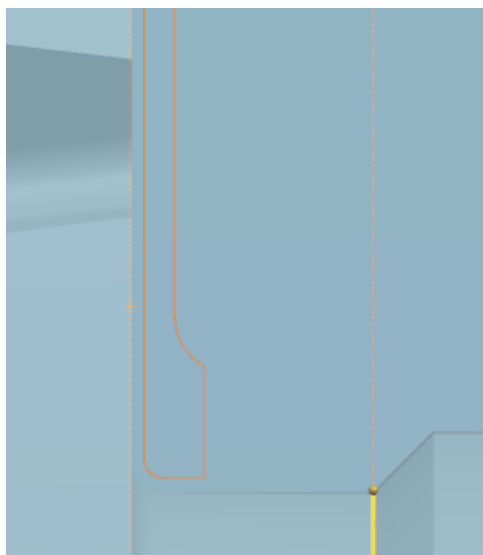

Рисунок 32 Выбор верхней вертикальной линии
13.Выберите верхнюю вертикальную линию на правой стороне проточки, как показано ниже (рисунок 32).